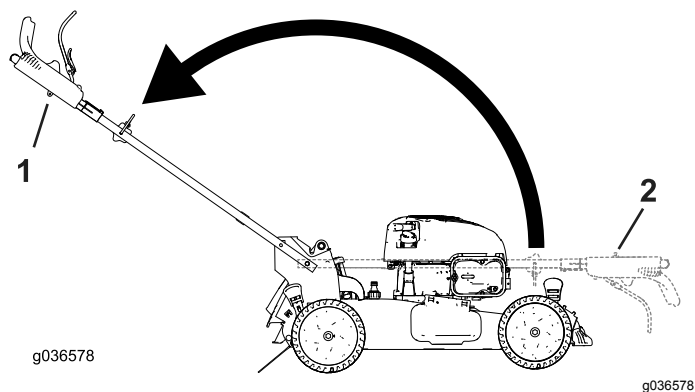

Рисунок 7
3. Разложите рукоятку в рабочее положение, повернув ее назад (Рисунок 7).